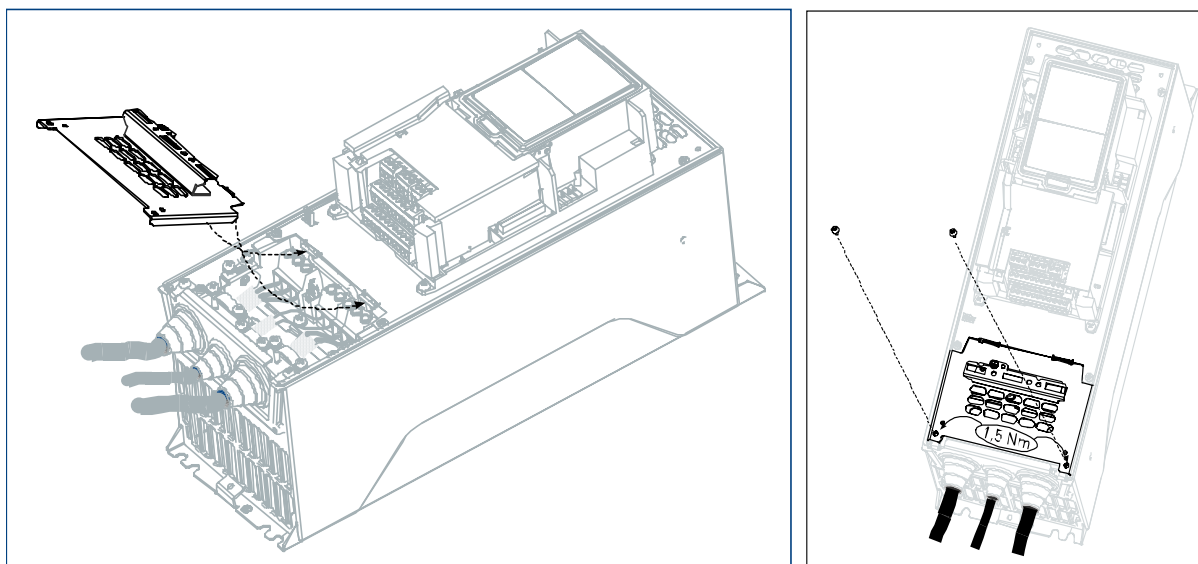

Рисунок 18. Повторный монтаж деталей крышки
**9** Установите снова плату защиты кабелей (Рисунок 18) и крышку привода переменного тока.